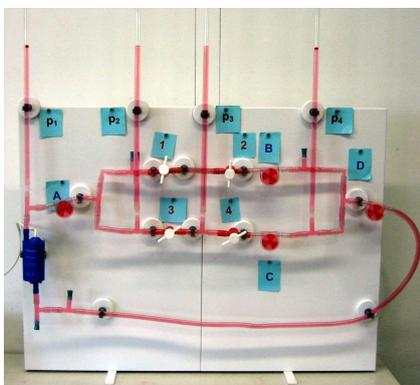

Abb.10 :Pumpe aus: Druckgleichgewicht
**Versuchsaufbau und -durchführung:** Hahn 1 und 2 geschlossen (unverzweigter Stromkreis), Hahn 3 und 4 vollständig geöffnet. Längs des Stromkreises sind verschiedene Manometerröhren eingebaut (Abb. 10 und 11).